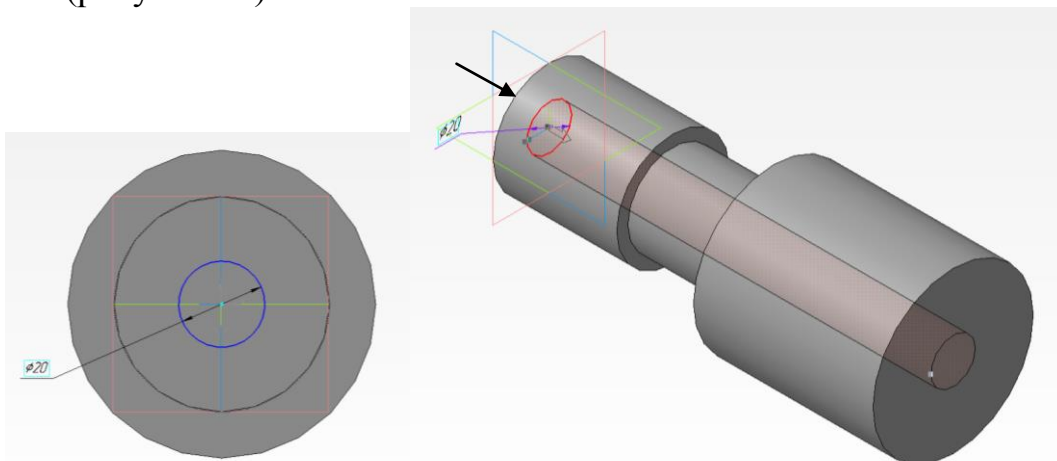

Рисунок 13.
4. Далее через  - **Редактирование детали**, выбираем  - **Вырезать выдавливанием**, задаем - **Через все**. После появления фантома - **Создать объект** (рисунок 13)